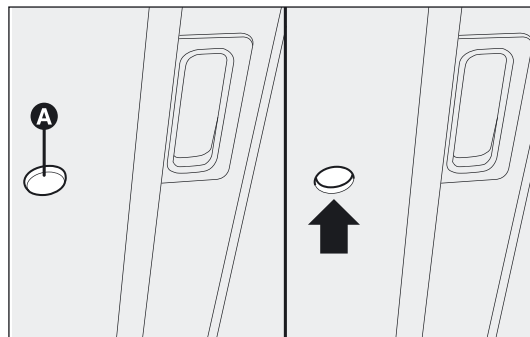

fig. 84
- ☐ steek de sleutel in de zitting A-fig. 84 en draai de sleutel: